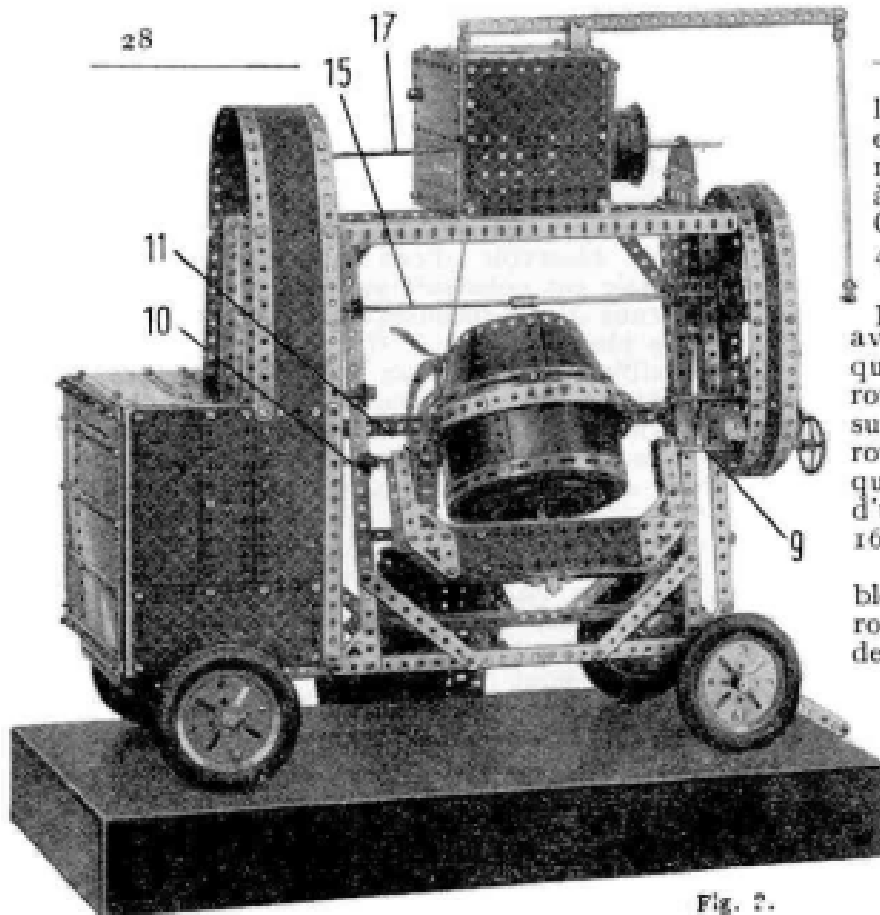
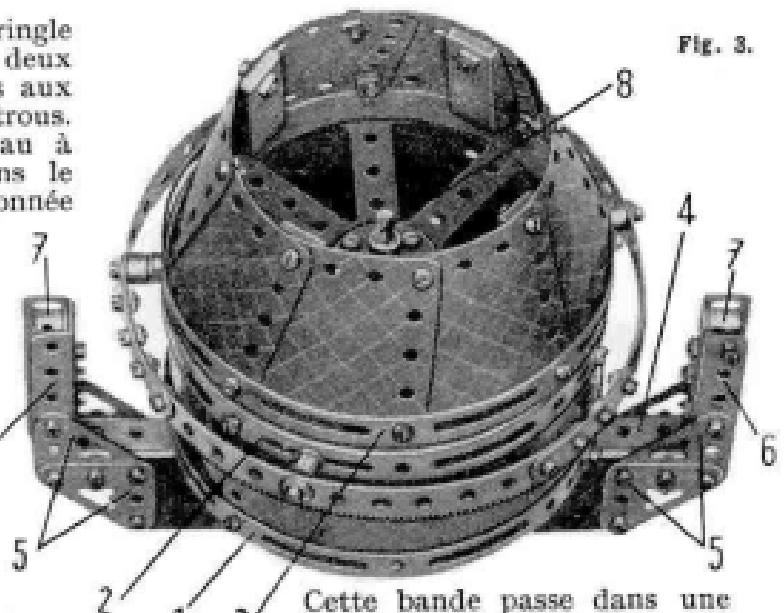

Fig. 2.
Fig. 3.
La cuve mélangeuse (fig. 3) est formée de deux parties : le premier élément, cylindrique, est constitué par quatre plaques flexibles de 14×6 cm boulonnées bout à bout et fixées à l'intérieur des rebords de deux flasques circulaires (1) et (2). Le flasque circulaire (1) est doublé par un plateau à rebord de roulement à billes (visible sur la figure 2). Le flasque circulaire (2) est muni en son centre d'une roue barillet. Le second élément, tronconique, est formé de 8 plaques flexibles 6×6 cm boulonnées à l'intérieur du rebord d'une longrine circulaire. Les bases de ces plaques se recouvrent sur un trou ; leurs bords supérieurs sur deux trous. Dans la mesure du possible, ces plaques seront lestées à l'aide de quelques morceaux de plomb boulonnés contre leur face interne, de façon à équilibrer la cuve.
Le support de la cuve est formé de deux cornières de 15 trous (4) réunies par leurs trous ronds et munies au centre d'un bras de manivelle double. Quatre cornières de 7 trous, se recouvrant deux à deux sur un trou et portant elles aussi un bras de manivelle double, sont réunies aux cornières (4) par huit grands goussets d'assemblage (5) disposés comme le montre la figure 3. L'intervalle compris entre les cornières (4) et celles de 7 trous est recouvert de chaque côté par une plaque flexible de 14×4 et une de 6×4 cm qui se chevauchent sur 3 trous.